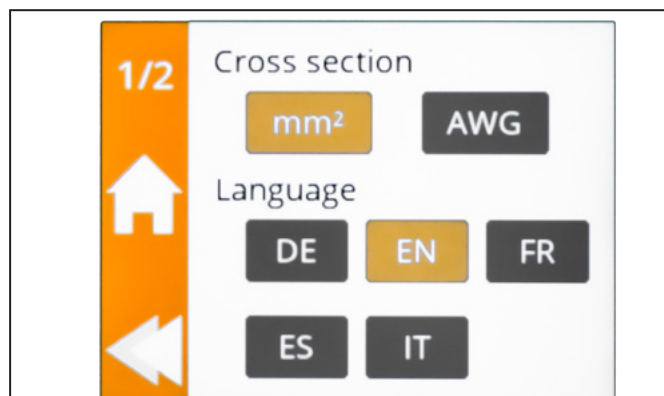

Bild 5.5 Meny Inställningar 1/2
► Öppna menyn **Inställningar (Settings)**, se Bild 5.5